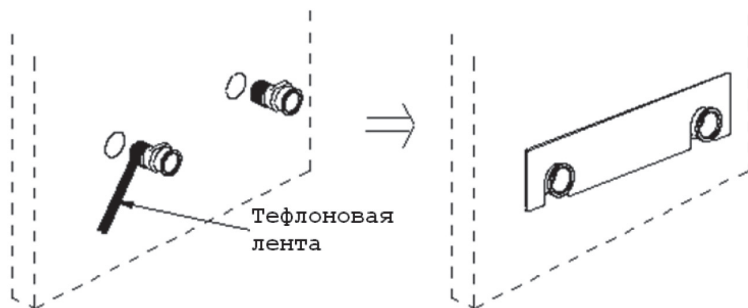

Рис. 5
2. Вытащите два металлических переходника (9) из сборочного комплекта, намотайте тефлоновую ленту в направлении против часовой стрелки, и прикрутите ее к трубам, используя регулировочную пластину для соблюдения уровня и расстояния между двумя водными входными отверстиями (рис.5). После регулировки расстояния между переходниками снимите пластину, она больше не понадобится.